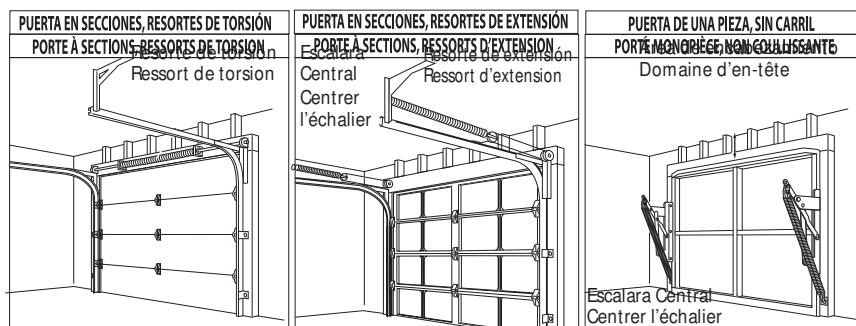

Figura 2 Nota de tipo de puerta / Figure 2 Identifier le type de porte
Verifique la condición del larguero vertical en el centro de la puerta, (Figura 2) y su conexión a las vigas superior e inferior de la misma.
- Verifique el tipo de puerta. Anote si es una puerta seccionada o de una sola pieza (Figura 2).